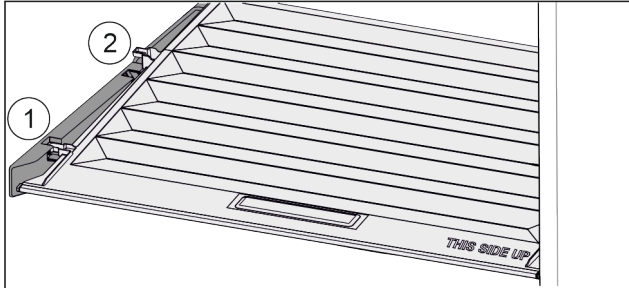

Fig. 102
- ▶ Tirare in avanti il coperchio fino all'apertura nei fermi Fig. 102 (1).
- ▶ Sollevare posteriormente dal basso e togliere verso l'alto Fig. 102 (2).